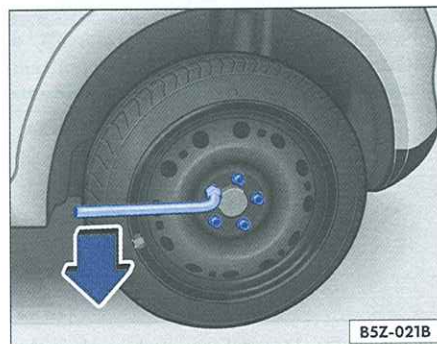

Fig. 137 Afloje los tornillos de la rueda
- Posicione la llave de rueda sobre el tornillo de la rueda, hasta apoyar ⇒fig. 137.